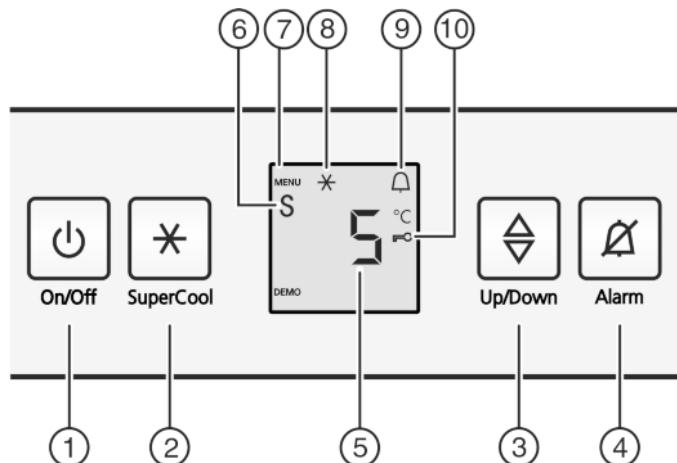

Fig. 2
- Нажмите кнопку On/Off Fig. 2 (1).
- Активация режима настройки: удерживайте кнопку SuperCool Fig. 2 (2) прим. 5 с.
- ▷ Символ меню Fig. 2 (7) горит.
- С помощью клавиши настройки Fig. 2 (3) выберите c.
- Коротко нажмите кнопку SuperCool Fig. 2 (2) для подтверждения.
- Для включения защиты от детей коротко нажмите клавишу SuperCool Fig. 2 (2).
- ▷ Символ "Защита от детей" Fig. 2 (10) горит. На индикации мигает c.
- Для выключения защиты от детей коротко нажмите клавишу SuperCool Fig. 2 (2).
- ▷ Символ защиты от детей Fig. 2 (10) гаснет. На индикации мигает c.
- Выход из режима настройки: нажмите кнопку On/Off Fig. 2 (1).
- Нажмите кнопку Alarm Fig. 2 (4).
- Светится символ Меню Fig. 2 (7).
- Чтобы вызвать функцию режима Sabbath: нажмите и сразу отпустите кнопку SuperCool Fig. 2 (2).
- Для включения режима Sabbath нажмите и отпустите кнопку SuperFrost Fig. 2 (2).
- Для выключения режима Sabbath нажмите и отпустите кнопку SuperFrost Fig. 2 (2).
- Выход из режима настройки: Нажать кнопку On/Off Fig. 2 (1).
- На индикаторе температуры показывается символ режим Sabbath Fig. 2 (6) до тех пор, пока активен режим Sabbath.
- Активация модуля регулировки температуры: нажмите кнопку настройки Fig. 2 (3).
- Температуру меняйте ступенями по 1 °C: нажимайте кнопку настройки Fig. 2 (3) до тех пор, пока на индикаторе температуры не будет высвечена требуемая температура.